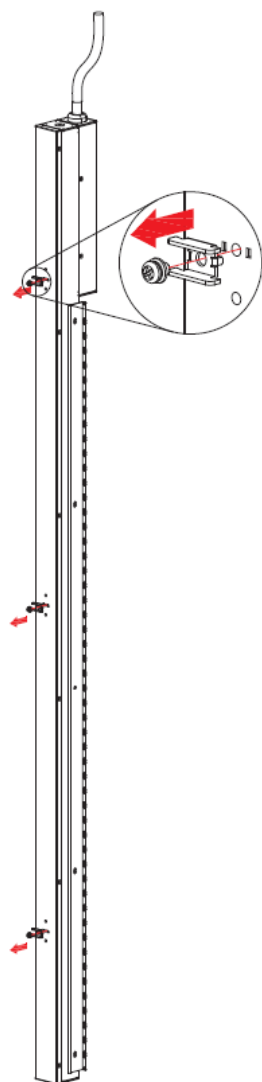

Рисунок 2
2. Извлечь монтажные штифты, используемые для установки без инструментов. См. **Рисунок 2**.